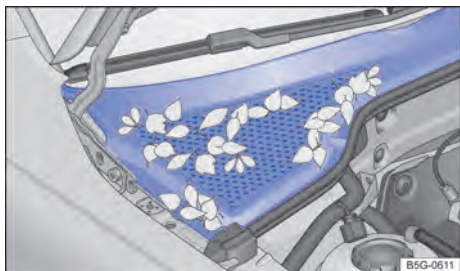

Fig. 183 Entre o compartimento do motor e o para-brisas: caixa de água (representação esquemática).
- A caixa coletora de água está localizada no compartimento do motor, entre o para-brisa e o motor e sob uma cobertura perfurada → Fig. 183. O ar ambiente é sugado da caixa coletora de água para o interior do veículo por meio do sistema de aquecimento e ventilação ou do ar-condicionado.